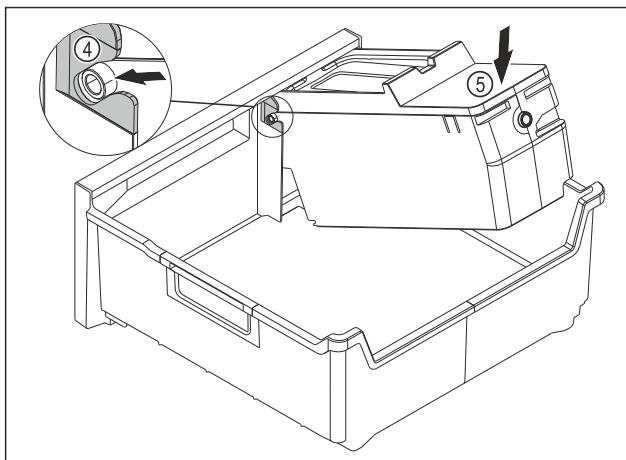

Fig. 78
- Montáž korpusu EasyTwist-Ice: Osi korpusu EasyTwist-Ice zasuňte do vedení Fig. 78 (4).
- Zatlačte korpus EasyTwist-Ice Fig. 78 (5) zozadu smerom nadol.